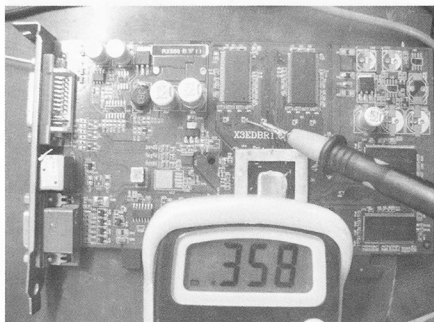

图 5-93 值正常
(10) 右边值为 358, 如图 5-93 所示。左、右值差不多, 表示 GPU 这端没有问题。